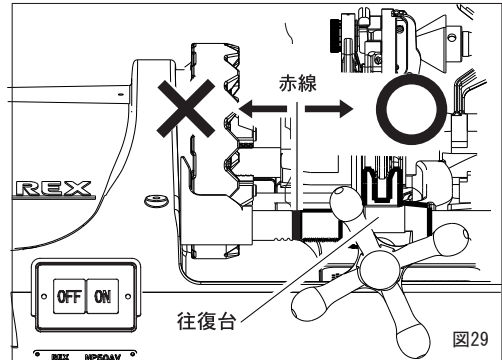

図29
- ・受けパイプの赤線が往復台でかくれた位置からねじ切りを開始すると、ねじが切れ上がるまでに往復台が主軸台に当り、事故や破損の原因となります。（図29）
受けパイプの赤線が往復台でかくれた位置からねじ切りを開始すると、ねじが切れ上がるまでに往復台が主軸台に当り、事故や破損の原因となります。(P. 16 図 29)
受けパイプの赤線が往復台でかくれた位置からねじ切りを開始すると、ねじが切れ上がるまでに往復台が主軸台に当り、事故や破損の原因となります。(P. 16 図29)